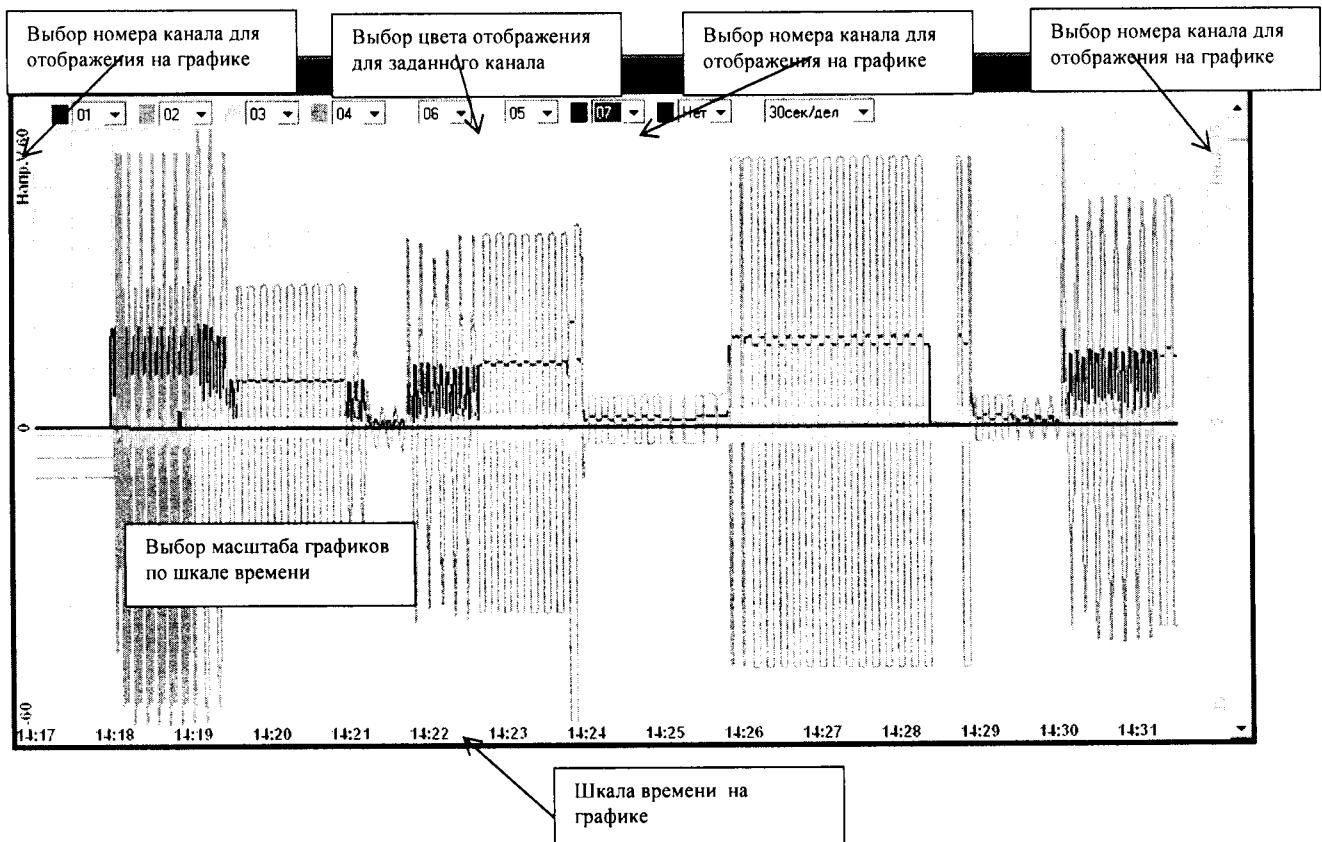

Рис.4. Окно «График»
**График** (см. рис.4) – открывает окно с графиками каналов. В данном окне можно включить отображение до восьми произвольных графиков из 32-х возможных, назначить каждому графику соответствующий цвет. Возможно выбрать две вертикальные шкалы измерения одну справа и одну слева от графиков, нажав правую кнопку мыши слева или справа от края сетки графика соответственно.